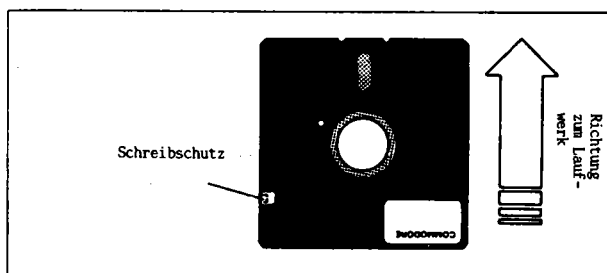

Abb. 4 : Orientierung der Diskette zum Laufwerk beim Einlegen
1. SCHRITT : Halten Sie die Diskette so, daß sich der Schreibschutz (siehe Abb.4) auf der linken Seite befindet und schieben Sie sie in dieser Orientierung in den Schlitz des Laufwerks.